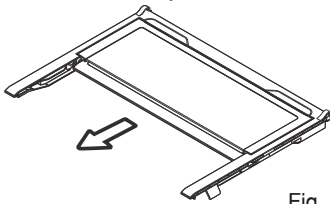

Fig. 1
- La bandeja plegable permite maximizar el espacio del refrigerador para alimentos que requieren más altura, como jarras, ollas altas o sandías. Es posible liberar el espacio de toda o la mitad de la bandeja. La posición de su bandeja retráctil es la que ilustra la Fig.1